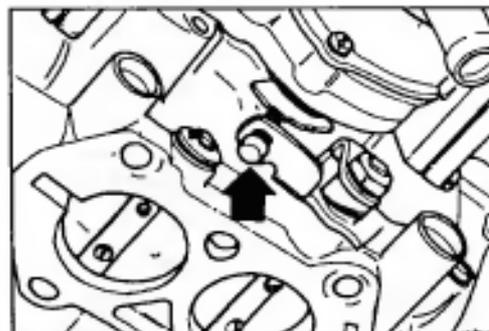

Рис. 3 Регулировочный винт повышенной частоты вращения холостого хода
- Откройте дроссельную заслонку, откройте воздушную заслонку, затем опустите дроссельную заслонку. Регулировочный винт (Рис. 3) должен теперь находиться на вершине кулачка повышенной частоты вращения холостого хода.
- При необходимости снимите предохранительный колпачок с регулировочного винта (Рис. 3) и произведите регулировку.